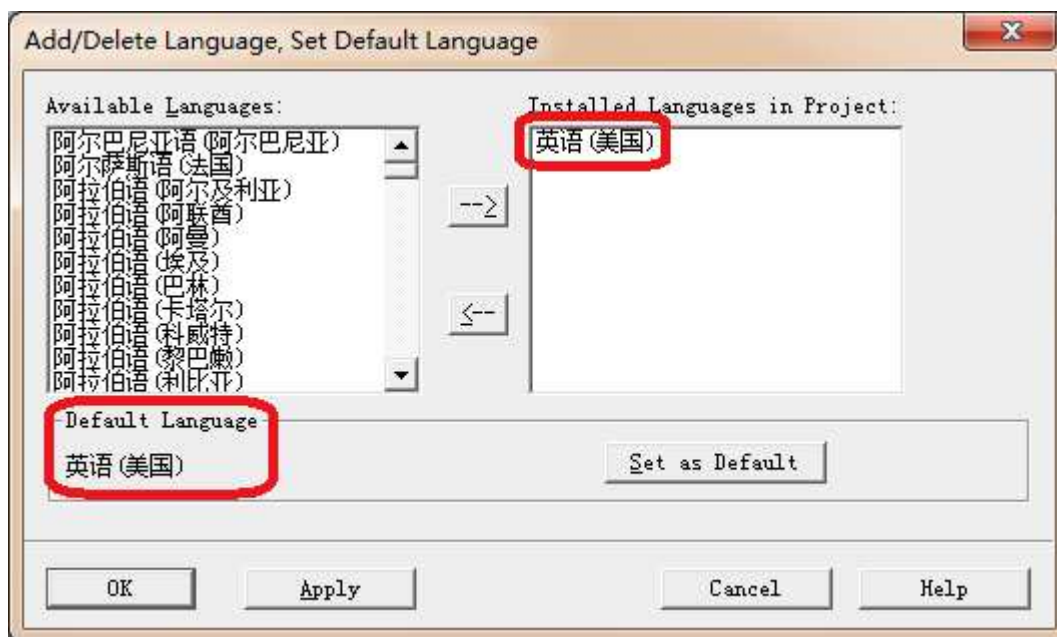

图10
(B) 在已安装项目语言中添加英语（美国），并将其设置为默认语言，如图10所示。